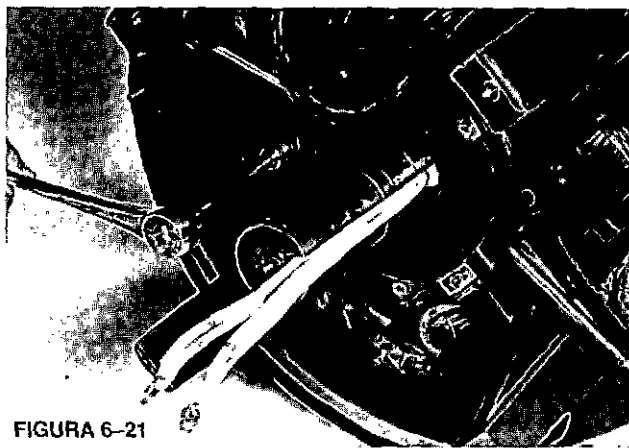
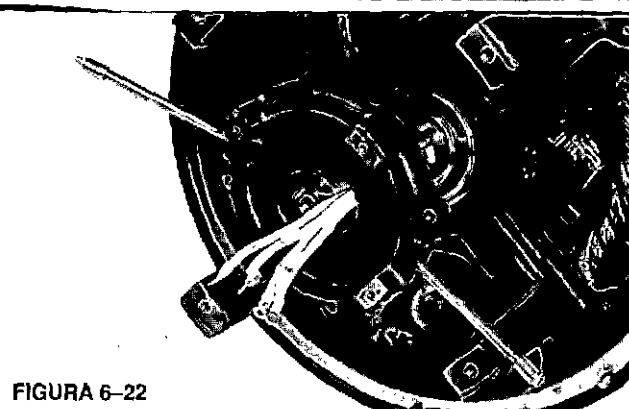
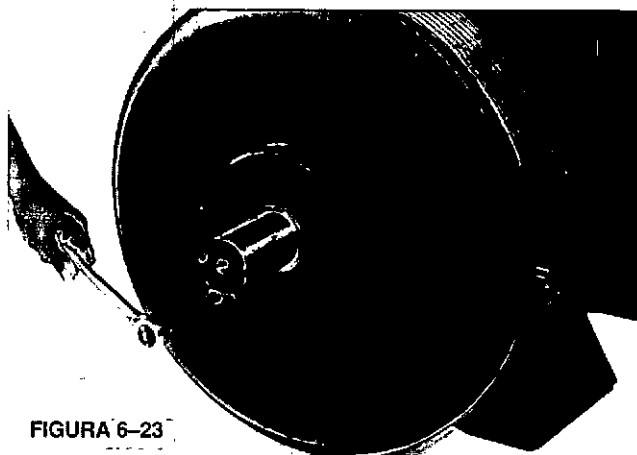

FIGURA 6-21
FIGURA 6-22
FIGURA 6-23
2. a. Para generadores de un solo cojinete, quite los cuatro tornillos de casquete que retienen las tapas del cojinete al soporte del extremo delantero. (Figura 6-21) Quite la tapa externa. (Figura 6-22)
b. En los generadores de dos cojinetes, quite el acoplamiento impulsor o la roldana y la chaveta de la extensión del eje. Quite los cuatro tornillos de casquete que retienen el bloqueo del cojinete al soporte del extremo del impulsor. (Figura 6-23.) Quite los cuatro tornillos de casquete que retienen las tapas del cojinete al soporte del extremo frontal. (Figura 6-21.) Quite la tapa exterior. (Figura 6-22.)